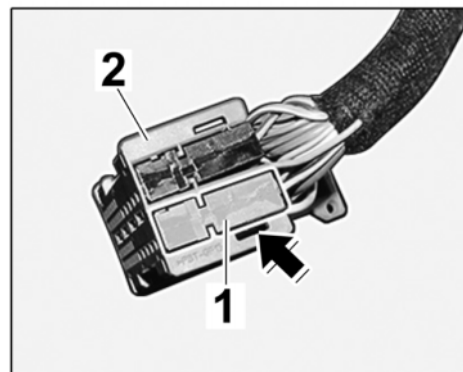

Bild 20
- 3.10.1 Verriegelung $\Rightarrow$ *Bild 20 -Pfeil-* niederdrücken und graues Buchsengehäuse $\Rightarrow$ *Bild 20 -1-* aus Steckerträger (Codierung Blau) $\Rightarrow$ *Bild 20 -2-* herausziehen.